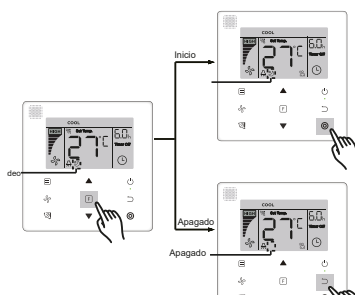

Figura 25
- Para activar y desactivar la función **"Silencio"**: presione el botón **F** (Función) para cambiar a la función **"Silencio"** ("🔇" parpadea) y presione el botón **⊙** (Confirmar) para activar la función o el botón **⏏** (Cancelar) para desactivar la función (vea la Figura 25).